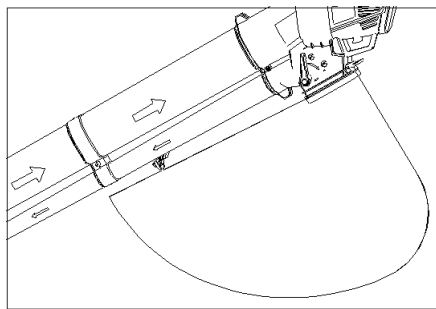
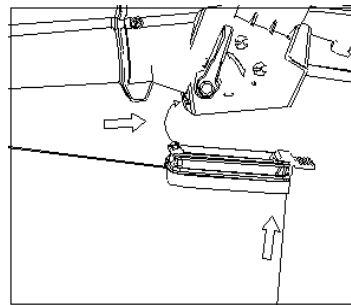

Fig. 7
Fig. 8
3. Colocación de la bolsa de recogida de residuos (Fig.7 y Fig. 8)
Sujete el gancho de la bolsa de recogida al tubo (consulte la Fig. 7) y, a continuación, localice el soporte de la bolsa de recogida de residuos para insertar el tubo curvo (consulte la Fig. 8).
Seleccione la función de soplado con la palanca selectora situada en el lateral de la máquina (fig. 7) y enciéndala. Coloque la máquina sobre sus ruedas y desplácela hacia delante con el extremo del tubo apuntando hacia los residuos que desea retirar.
Antes de empezar, inspeccione la zona a limpiar. Retire todos los residuos y objetos que puedan ser arrojados, atrapados o enredados en el aspirador/soplador. Seleccione la función de vacío con la palanca selectora situada en el lateral de la máquina (fig. 7) y enciéndala. Coloque la máquina sobre sus ruedas y desplácela hacia delante con el extremo del tubo hacia los residuos que desea aspirar. También puede sujetar el extremo del tubo justo por encima del suelo y balancearlo de un lado a otro a medida que avanza, apuntando hacia los residuos que desea aspirar. No empuje el extremo del tubo hacia los residuos, ya que podría obstruir el tubo de aspiración y reducir la eficacia de la unidad.